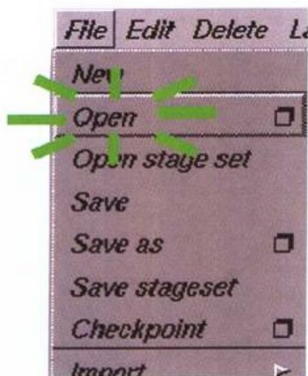

图 1-2
(1) 选择 File → Open 命令打开文件浏览器, 如图 1-2 所示。